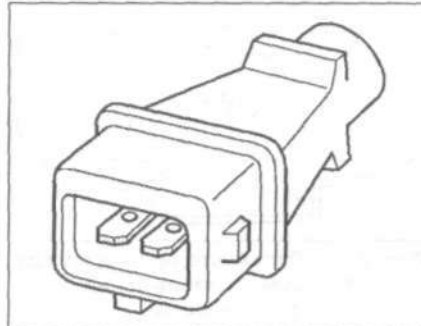

Рис. 7.60. Измерьте сопротивление между контактами разъема.
3. Измерьте сопротивление между контактами разъема (рис. 7.60). **Заданное значение:** 80-120 Ом.